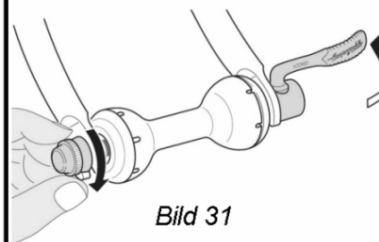

Bild 31
- Exzenterhebel in Flucht der Nabenachse schwenken und die Mutter auf der Gegenseite handfest andrehen, **Bild 31**.